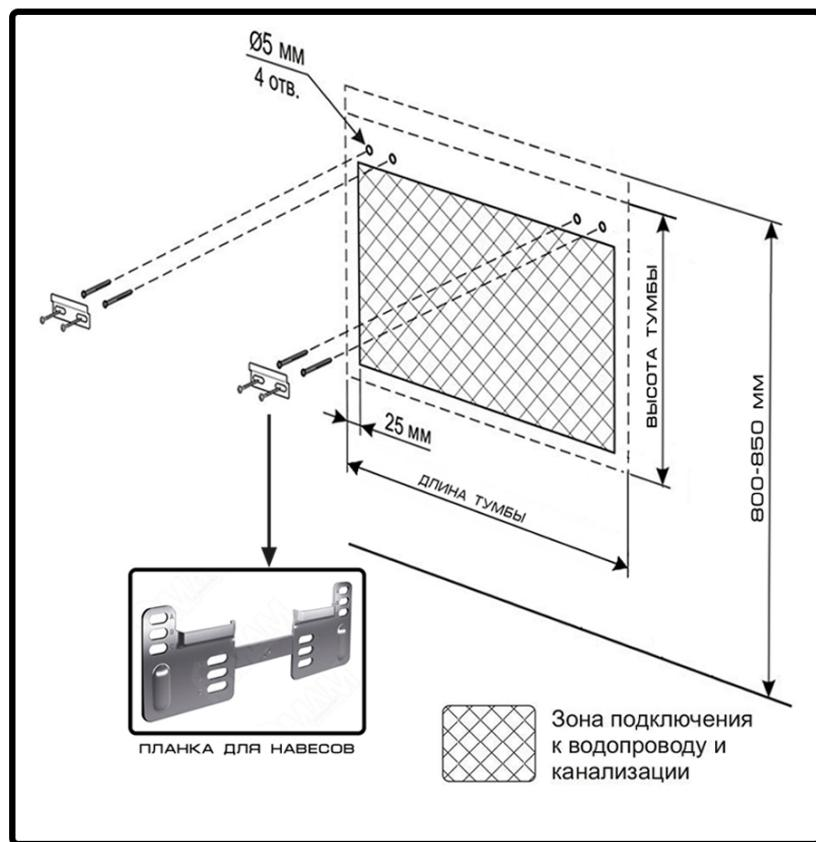

Рис.7 КРЕПЛЕНИЕ ПЛАНКОК ДЛЯ НАВЕСОВ
- ЗАТЕМ ОТМЕЧАЮТ ТОЧКИ КРЕПЕЖА. ДАЛЕЕ ПО МЕТКАМ СВЕРЛЯТСЯ ОТВЕРСТИЯ, КУДА УСТАНАВЛИВАЮТСЯ ДЮБЕЛИ. ПЛАНКИ ДЛЯ НАВЕСОВ ЗАКРЕПЛЯЮТСЯ С ПОМОЩЬЮ САМОРЕЗОВ (**РИС.7**).